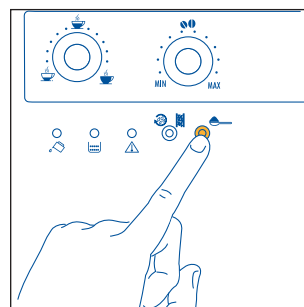

Рис. 18
1. Нажмите кнопку  для использования молотого кофе, рис. 18. Индикатор в кнопке загорится, указывая, что функция задана, а кофемолка отключена.